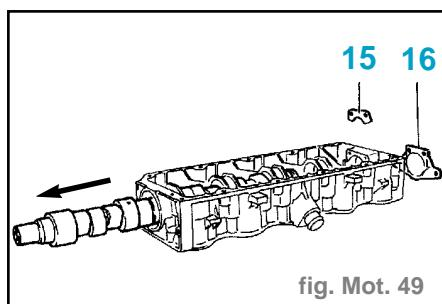

fig. Mot. 49
- la butée d'arbre à cames (15) (fig. Mot. 49).
- la pompe à vide ou la plaque de fermeture (16) (suivant équipement) (fig. Mot. 49).
- Reposer la butée d' arbre à cames (fig. Mot. 49).